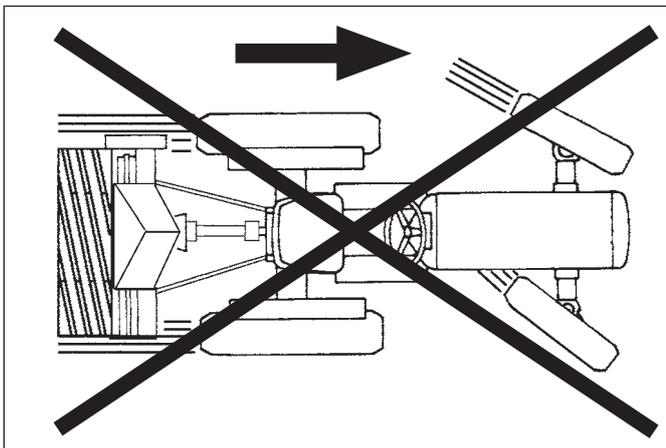
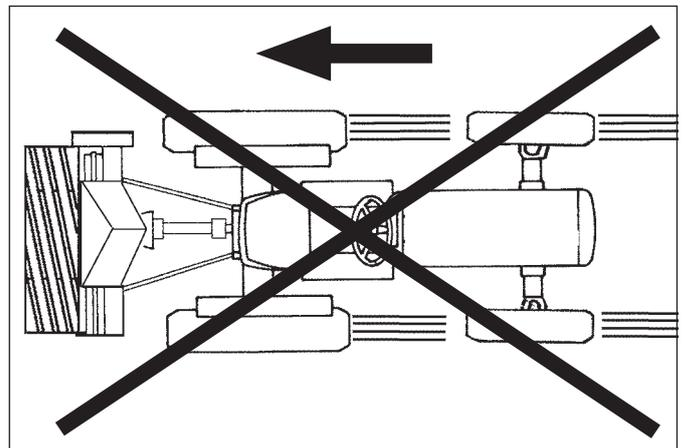

Fig. 5
Fig. 6
- Quando si lavora evitare di effettuare curve con la macchina interrata (Fig.5), e di lavorare in retromarcia (Fig. 6).
- *Pendant le travail, évitez de faire des virages avec la machine terrée (Fig. 5) ou de travailler en marche arrière (Fig.6).*
- Bei der Arbeit ist es zu vermeiden, Kurven zu fahren, wenn das Gerät in den Boden eingezogen ist (Abb. 5). Man sollte in einer solchen Situation auch nicht im Rückwärtsgang fahren (Abb. 6).
- Avoid driving round curves when the machine is digging into the soil (Fig. 5) and do not work in reverse (Fig. 6).
- Cuando se trabaja no efectuar curvas con la máquina enterrada (Fig. 5) y no trabajar tampoco marcha atrás (Fig. 6).